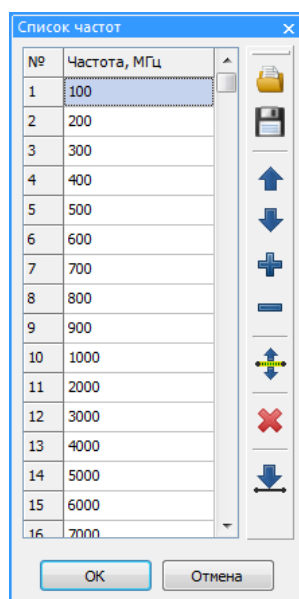

Рисунок 5.1 – Задание списка частот
- Шаг 1.** Задайте частотный диапазон зондирования в панели управления «Параметры измерения» (см. п. 4.6.4). Если требуется осуществить сканирование по списку, необходимо установить флажок «Сканиров. по списку» и сформировать вручную (либо загрузить из файла) список частот в соответствующем окне, появляющемся после нажатия кнопки «Список» (см. рисунок 5.1).